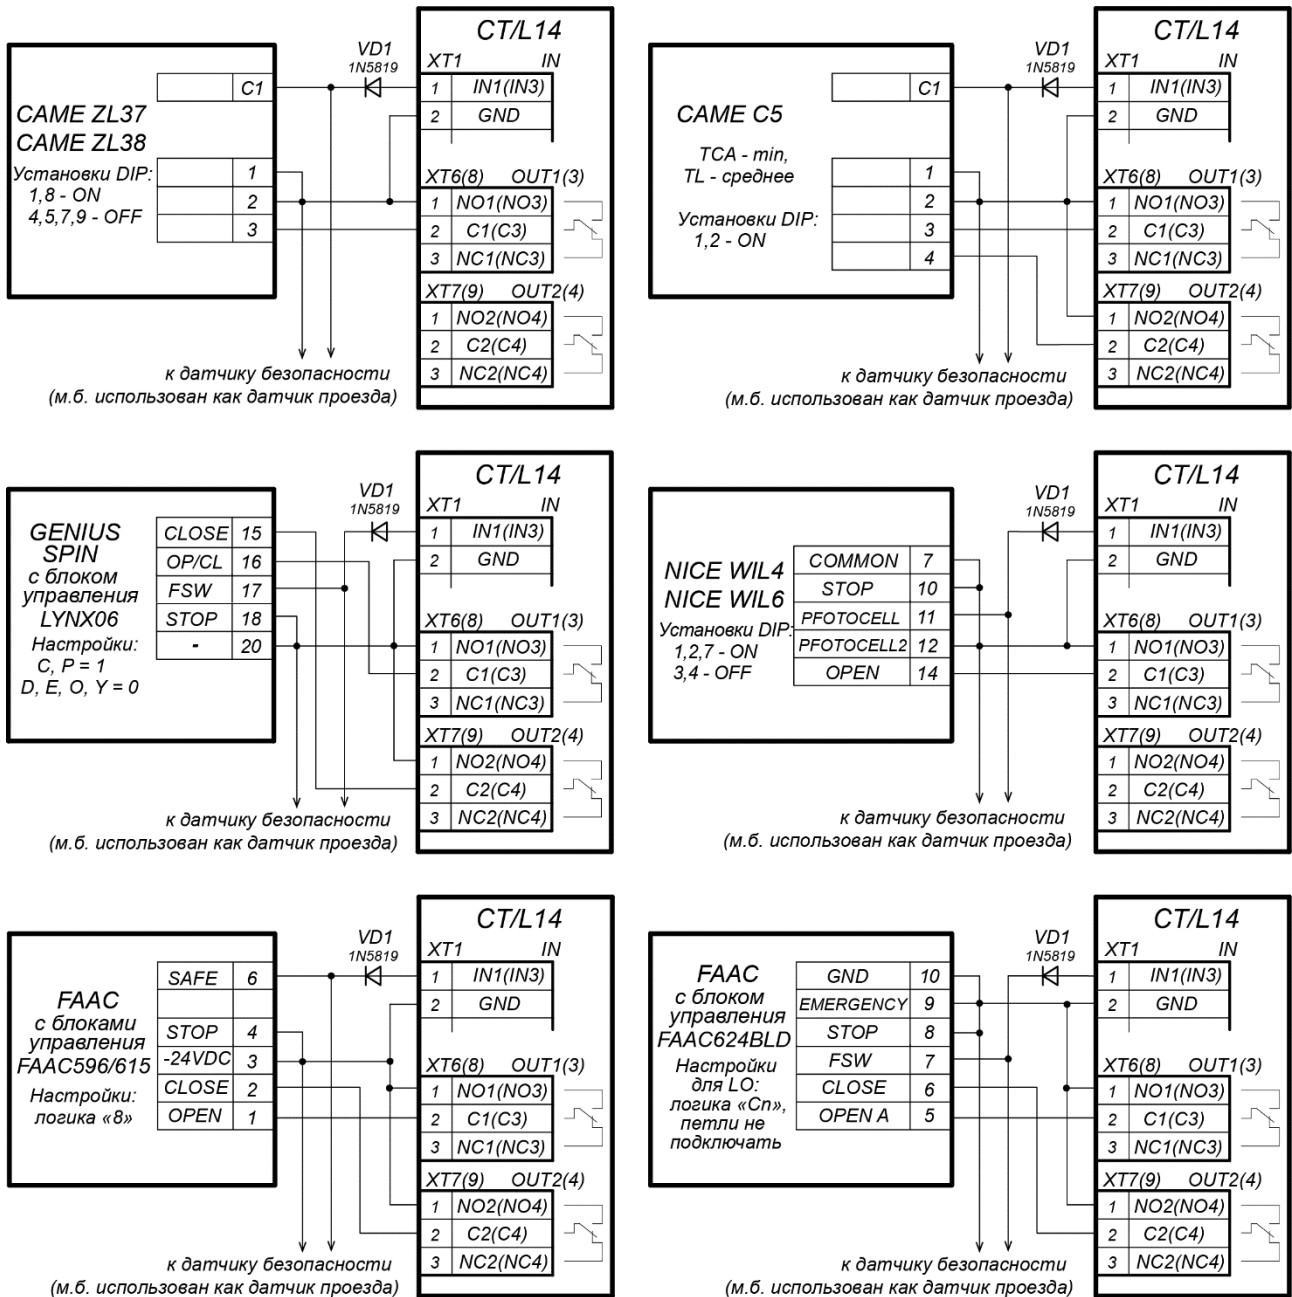

Рисунок 8. Примеры схем подключения шлагбаумов к контроллеру АТП
2. Типовые схемы подключения ИУ АТП представлены на рис. 8.